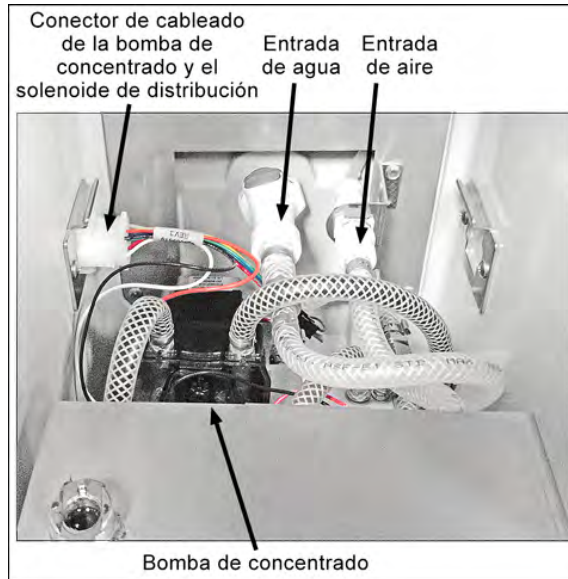

Figura 5-1 - Tubería de entrada de aire
- 2) Dentro del gabinete, desconecte la tubería de aire del conjunto de distribución en la entrada de aire de la pared trasera. Conecte un manómetro de aire de 100 psi (689 kPa) con conexión rápida a la tubería de entrada de aire (Figura 5-1).